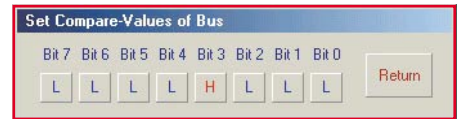

Bild 13: Einstellung der Kombination der einzelnen als Zähler definierten Kanäle/Bits
- Eine weitere Funktion ist die Suche nach bestimmten Zuständen innerhalb der aufgenommenen Signale. Klickt man auf das Feld rechts unterhalb des Fragezeichens, erscheint das in Abbildung 13 dargestellte Display. Es lässt sich eine Kombination der einzelnen als Zähler definierten Kanäle/Bits einstellen, nach der dann gesucht werden kann. Durch Klicken auf „Return“ verlässt man dieses Fenster.